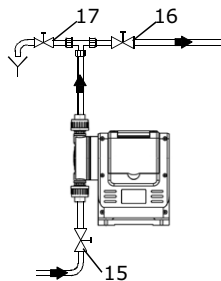

Рис. 19 Начальный пуск
1. Откройте всасывающий и нагнетательный запорные клапаны (15, 16), если они установлены (см. рис. 19).
2. Откройте клапан удаления воздуха (17), если он установлен на линии нагнетания или понизьте давление в линии нагнетания так, чтобы перекачиваемая среда могла выходить без преодоления противодавления.
6. Закройте клапан удаления воздуха (17), если он установлен.